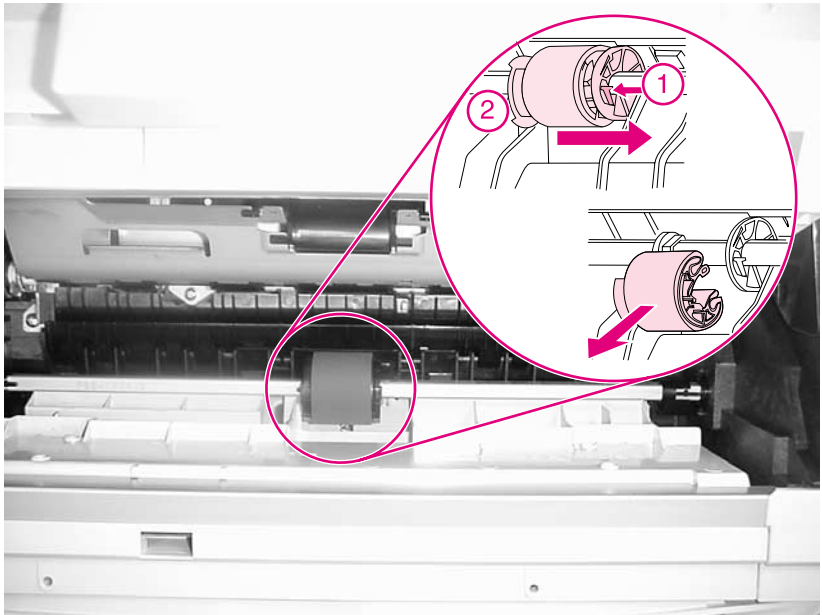

Figure 6
- 2 Soulevez la languette de verrouillage (figure 6, détail 1) sur la came de droite du rouleau, puis faites-la glisser vers la droite.
- a. Orientez le rouleau afin que la poignée à oreilles (figure 6, détail 2) soit située à gauche.